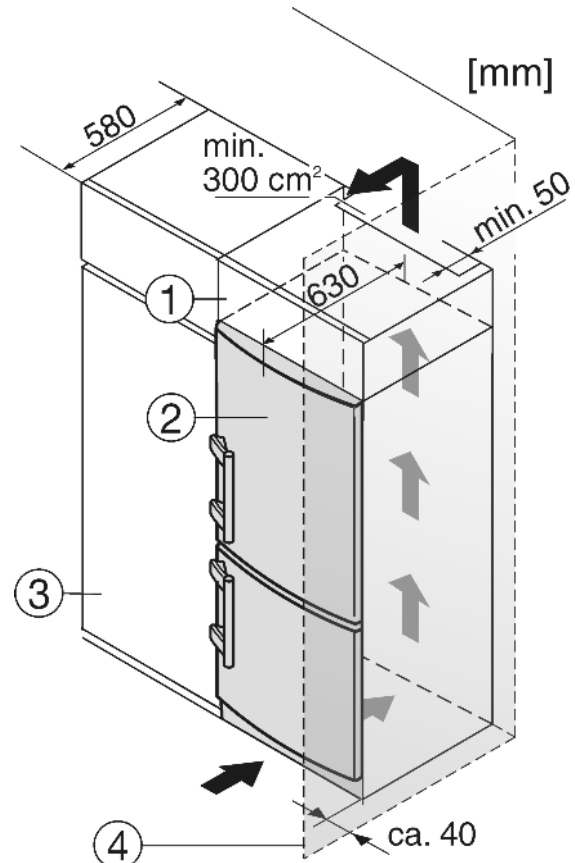

Fig. 5
Het apparaat Fig. 5 (2) kan worden ingebouwd in de keuken. Om het apparaat aan de hoogte van het keukenblok aan te passen, kunt u er een passende opbouwkast Fig. 5 (1) op plaatsen.
Bij ombouw met keukenkasten (max. diepte 580 mm) kan het apparaat direct naast de keukenkast Fig. 5 (3) worden opgesteld. De apparaatdeur steekt opzij 34 mm en in het midden van het apparaat 50 mm uit ten opzichte van het keukenkastfront. Hierdoor is de deur zonder problemen te openen en sluiten.
Plaast u het apparaat met de scharnierkant naast een muur Fig. 5 (4), dan moet de afstand tussen apparaat en muur minstens 40 mm bedragen. Dit in verband met het uitsteken van de deurgreep bij een geopende deur.